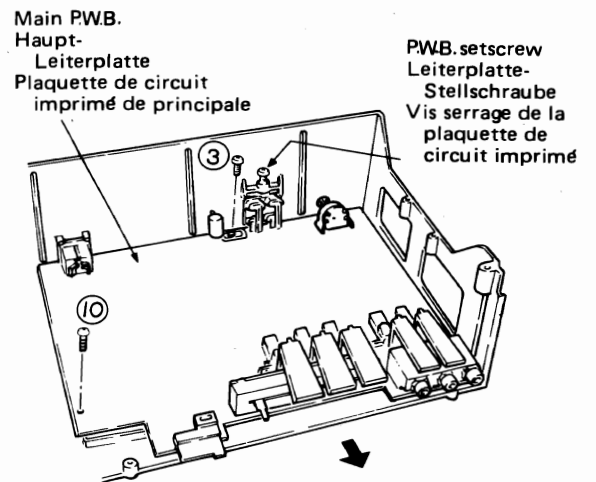
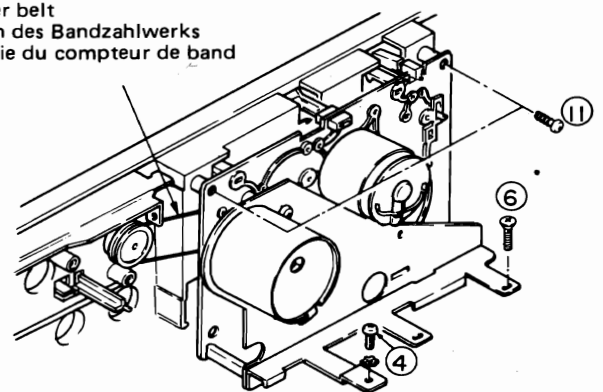

Fig. 7 Abb. 7
Fig. 8 Abb. 8
After top cover is removed, remove two screw ②, screw ③ (Fig. 7) and screw ④ (Fig. 8).
After cassette lid is removed, remove five screws ⑤, screw ④ (Fig. 8) and screw ⑥ (Fig. 8).
8. Main P.W.B. (Fig. 7)
9. Cassette Chassis (Fig. 8)
Nach Abnehmen der oberen Abdeckung die zwei Schrauben ②, Schraube ③ (Abb. 7) und Schraube ④ (Abb. 8).
Nach Abnehmen des Cassettenfachdeckels die fünf Schrauben ⑤, Schraube ④ (Abb. 8) und Schraube ⑥ (Abb. 8)
8. Haupt-Leiterplatte (Abb. 7)
9. Cassettenchassis (Abb. 8)
Après avoir déposé le couvercle supérieur, déposer les deux vis ②, la vis ③ (Fig. 7) et la vis ④ (Fig. 8)
Après avoir déposé le couvercle, déposer les cinq vis ⑤, la vis ④ (Fig. 8) et la vis ⑥ (Fig. 8).
8. Plaquette de circuit imprimé de principale (Fig. 7)
9. Châssis de cassette (Fig. 8)